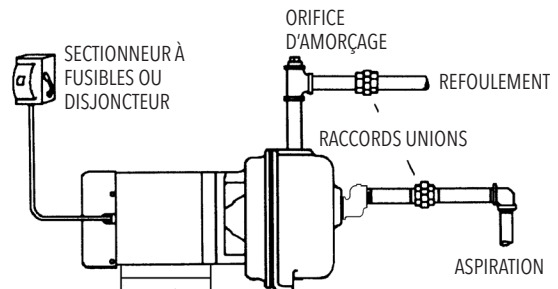

Figure 1
- Poser un raccord union étanche sur le tuyau d'aspiration, près de la pompe (v. fig. 1).
- Poser au-dessus de l'orifice de refoulement un té dont une branche sera orientée vers le haut pour permettre l'amorçage initial de la pompe (v. fig. 1).
- Amorcer la pompe en la remplissant d'eau propre par l'orifice supérieur du té (v. fig. 1).